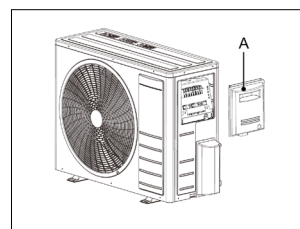

fig. 26 -
1. Togliere il pannello laterale (part A - "fig. 26 -").